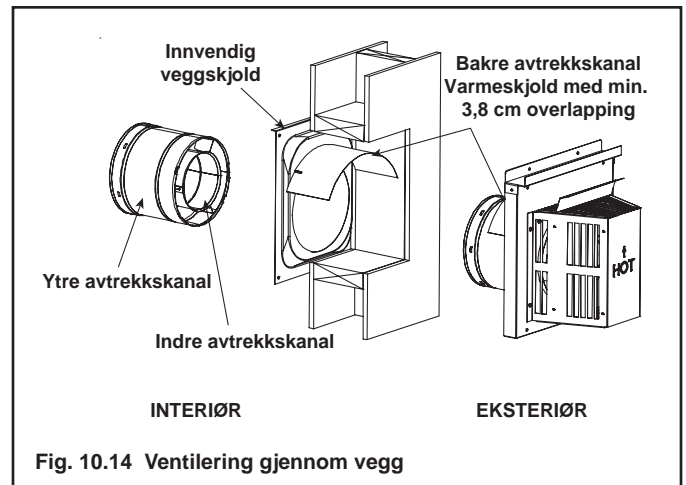

Fig. 10.14 Ventilering gjennom vegg
- Én profil av varmeskjoldet festes til veggskjoldet. Den andre profilen festes til utløpsdekslet på samme måte (se fig. 10.14).
- Foten på skjoldet hviler på toppen av avtrekkskanalen for å få riktig avstand fra rørseksjonen (se fig. 10.14).
- IKKE fjern de varmeskjoldene som er festet til veggskjoldets brannvern og den horisontale avslutningen (vist på Fig. 10.14).
Varmeskjoldet består av to deler. En del er festet av fabrikk til veggskjoldets brannvern. Den andre delen er festet av fabrikk til avslutningen. Se Fig. 10.14.